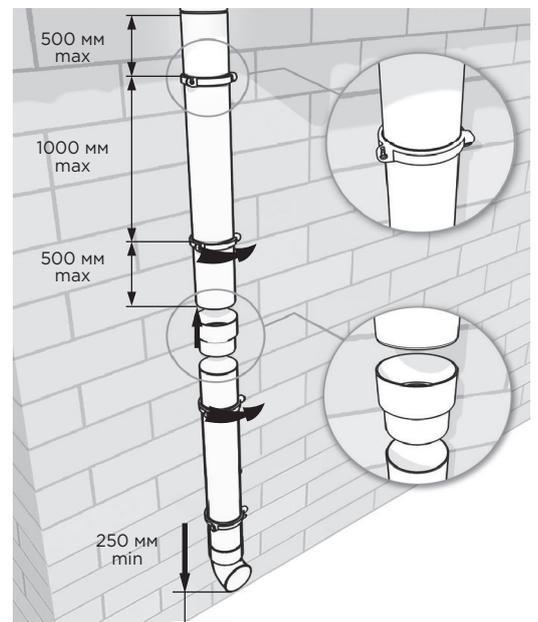

Рисунок 4. Установка водосточной трубы.
- 1 Смонтируйте хомуты трубы.** Соблюдайте расстояние между хомутами не более 1000 мм. Расстояние от края соединительных элементов трубы (колено трубы, соединитель труб) до ближайшего хомута не должно превышать 500 мм (Рис. 4). Для крепления хомутов к стене используйте саморез либо шуруп-шпильку М6 достаточной длины.